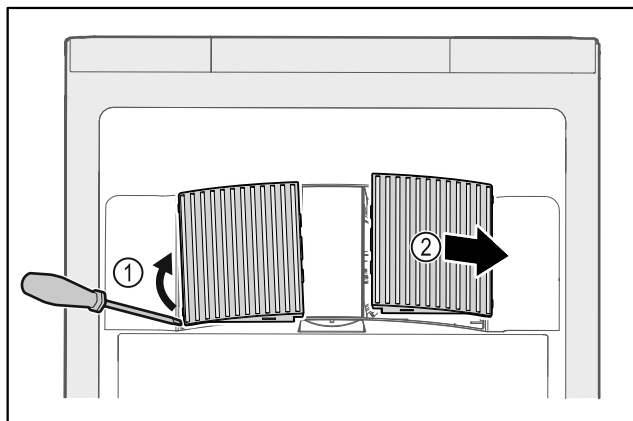

Fig. 47
- Abrir cuidadosamente las cubiertas del ventilador haciendo palanca por un lado Fig. 47 (1) y retirarlas hacia delante Fig. 47 (2).